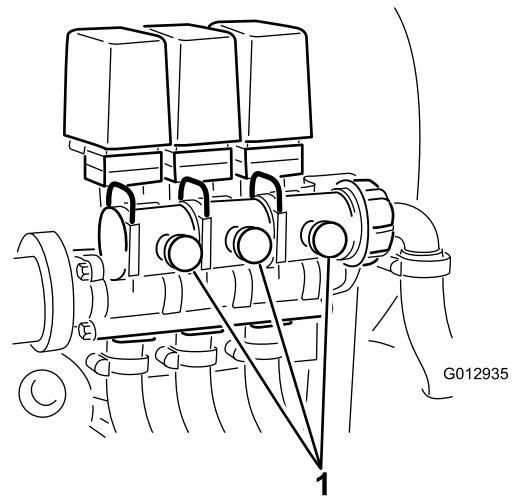

図 43
- OFF にしたブームのブームコントロールバルブについているバイパスバルブ (図 43) を使っ